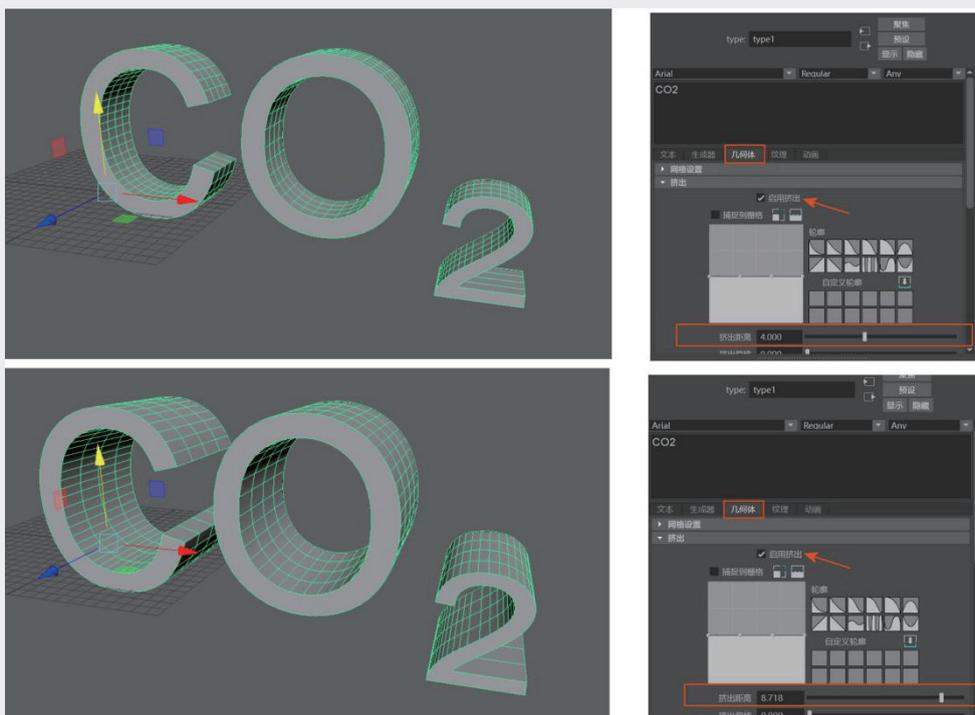

图3-42
**步骤5:** 完成对文字内容的调整后, 进入“几何体”选项卡, 调整文字的形态。在“挤出”展卷栏中选中“启用挤出”复选框, 调整“挤出距离”值为8.718, 增加文字的厚度, 如图3-42所示。